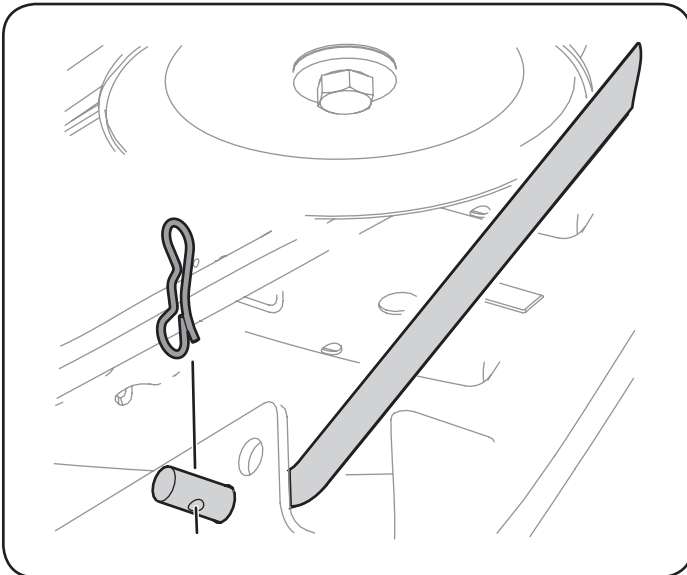

Figura 24
12. Tire del pasador de chaveta hacia afuera de la varilla de elevación delantera de la plataforma que la sujeta a la plataforma. Consulte la Figura 24. Deslice la varilla de elevación de la plataforma fuera del soporte de suspensión frontal.